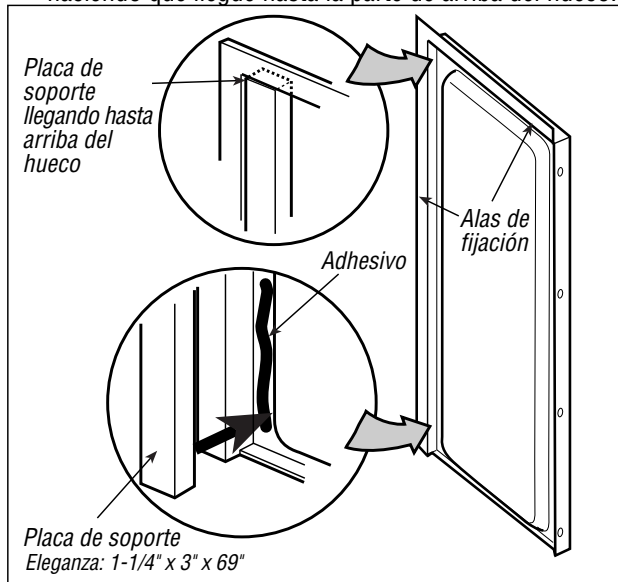

Figura 1
- 1** Si va a instalar una puerta de base, debe instalar una placa de soporte (vea el tamaño en la Figura 1) en la parte de atrás de las paredes de los costados. Coloque una capa de adhesivo en el interior de cada pared lateral y fije las placas (Figura 1) haciendo que llegue hasta la parte de arriba del hueco.